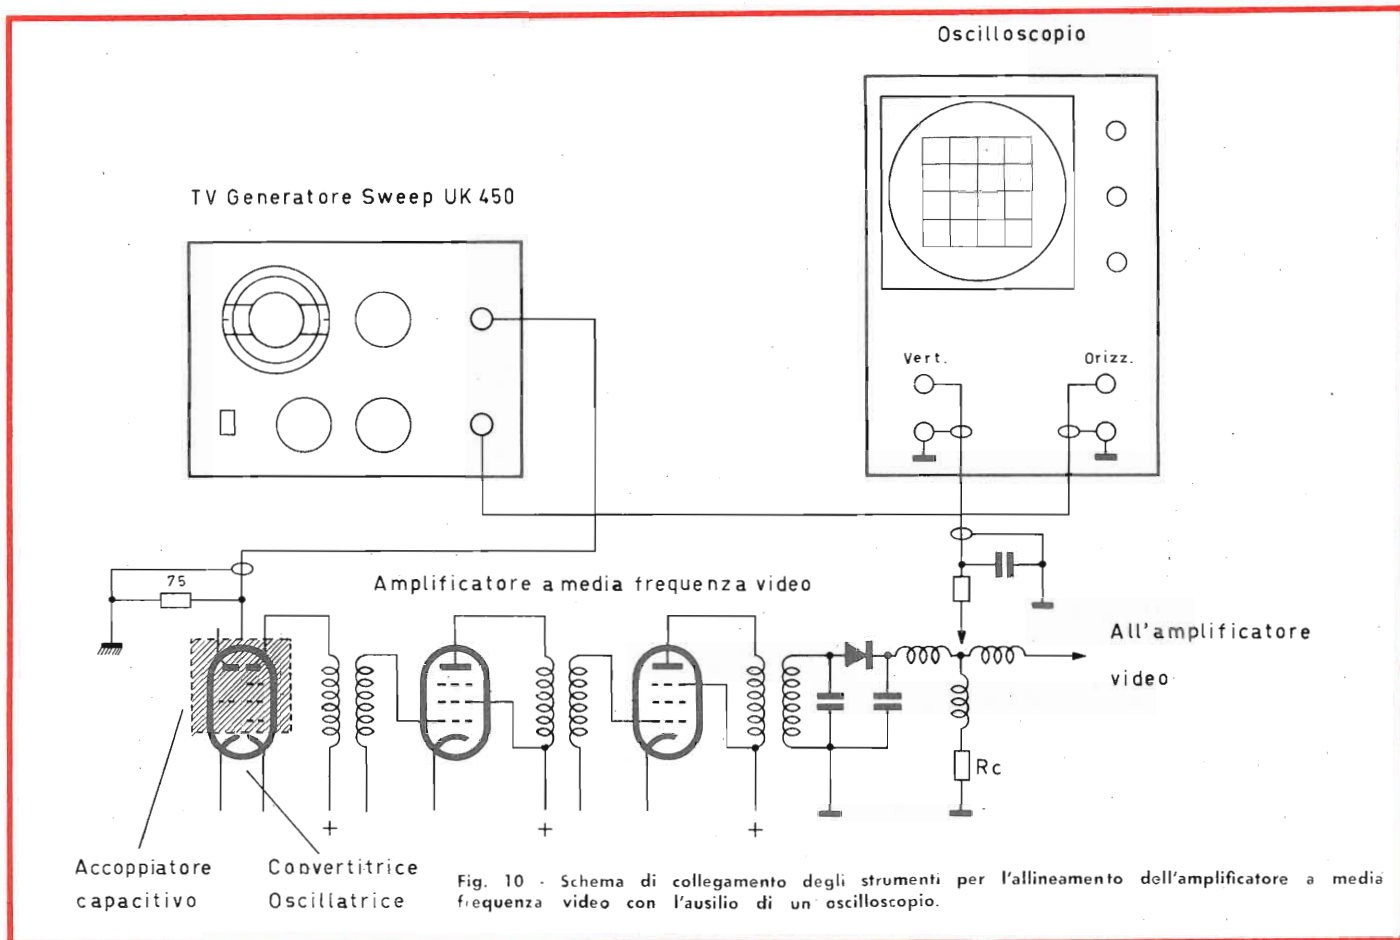

Fig. 10 - Schema di collegamento degli strumenti per l'allineamento dell'amplificatore a media frequenza video con l'ausilio di un oscilloscopio.
- A) Collegare gli strumenti come indica la fig. 10